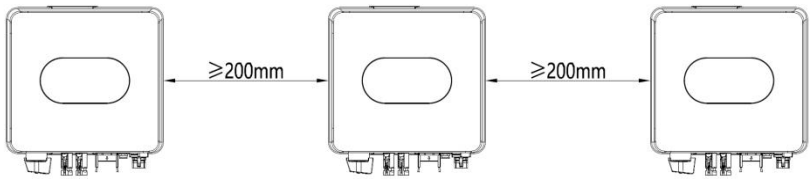

图 4.5 并排安装尺寸要求
(4) 安装表面应垂直于水平线，如图 4.5 所示。请将逆变器竖直或后仰 $\leq 15^\circ$ 安装，以利于机器散热。不可将逆变器前倾、水平、倒置、后仰过大以及侧倾安装。